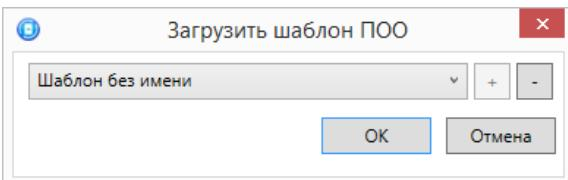

Рисунок 4.46 — Окно *Загрузить шаблон ПОО*
- *Загрузить шаблон настроек:* открытие окна *Загрузить шаблон ПОО* (см. рисунок 4.46), с помощью которого может быть сконфигурирован контроллер по предварительно созданному шаблону. Для того чтобы применить шаблон, выберите его в списке и нажмите кнопку *OK*. Для того чтобы удалить один из сохраненных шаблонов, выберите его в списке и нажмите кнопку *Удалить*.